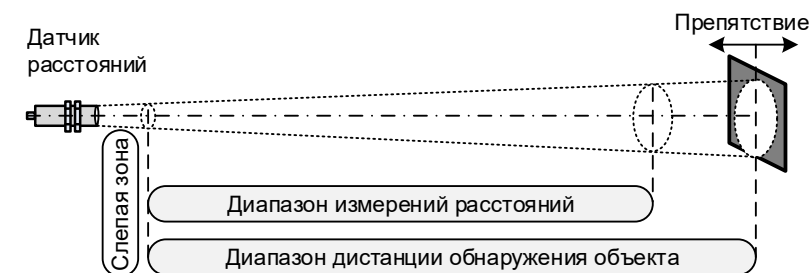

Рисунок 1 – Рабочие диапазоны датчика
4.1 Принцип работы датчика основан на контроле времени прохождения луча ультразвуковой волны от излучателя до препятствия и обратно (рисунок 1), при этом расстояние определяется по формуле  $L = v \cdot t / 2$ , где: